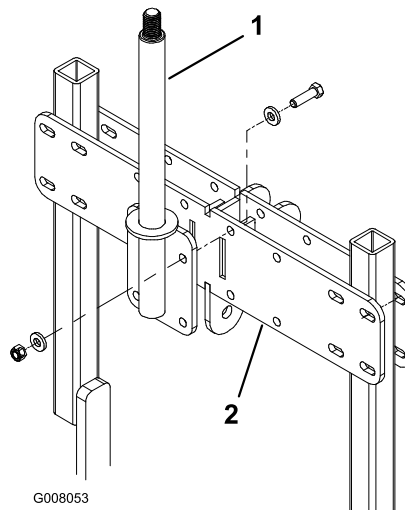

Figure 10
9. Montez l'ensemble axe au dos de la barre transversale à l'aide de 4 vis (1/2 x 1-3/4"), 8 rondelles et 4 contre-écrous (Figure 10). Utilisez la position de montage centrale pour les aérateurs ProCore 880 et ProCore 864 et la position excentrée pour l'aérateur 660, comme illustré à la Figure 10.